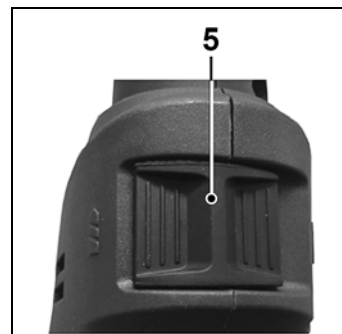

Рис. 3
9.3.3. Установите переключатель режимов работы (5) в положение «сверление без удара», как показано на Рис.3.
9.1.5. Установите переключатель режимов работы (5) в положение «сверление без удара», как показано на Рис.3.